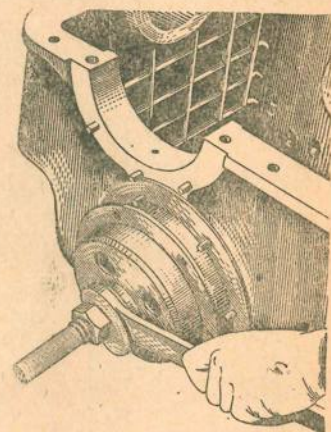
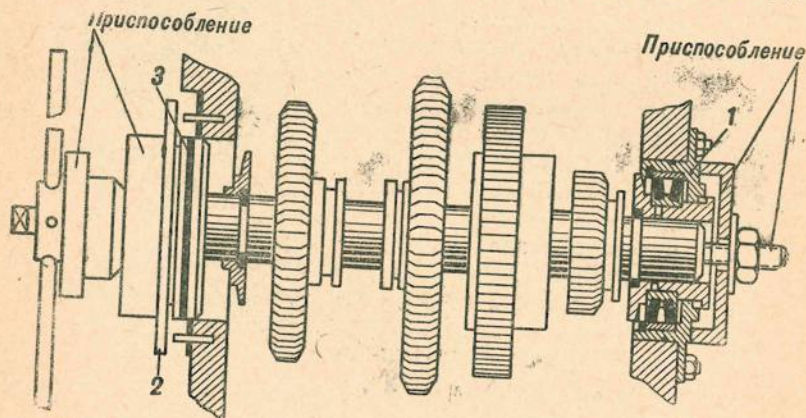

Рис. 113. Запрессовка обоймы главного вала в картер коробки перемены передач
Рис. 114. Установка главного вала в коробку перемены передач
Промазав белилами прокладку, наложить ее на торец отверстия диаметром 180 мм в картере слева по ходу машины. Уложить в канавку обоймы 1 (рис. 114) нить сальниковой набивки и, заправив в отверстие картера обойму, при помощи приспособления (рис. 113) посадить до упора в стенку и закрепить, завернув гайки шпилек.
3. Завернуть в левый, по ходу машины, конец главного вала специальную шпильку, надеть на обойму специальную шайбу-чашку и, завертывая на шпильку гайку, подтянуть вал. Наложить на другой торец картера промазанную белилами прокладку, уложить в канавку обоймы 2 (рис. 114) нить сальниковой набивки 3, заправить обойму в отверстие картера. Наложить на торец обоймы специальную шайбу-гайку и при помощи затяжного винта, завернутого в правый конец вала, посадить обойму 2 в гнездо картера. Снять приспособление и строп, закрепить обойму, завернув гайки шпилек. Сцентрировать вал, надев вторую специальную втулку на правый конец его.